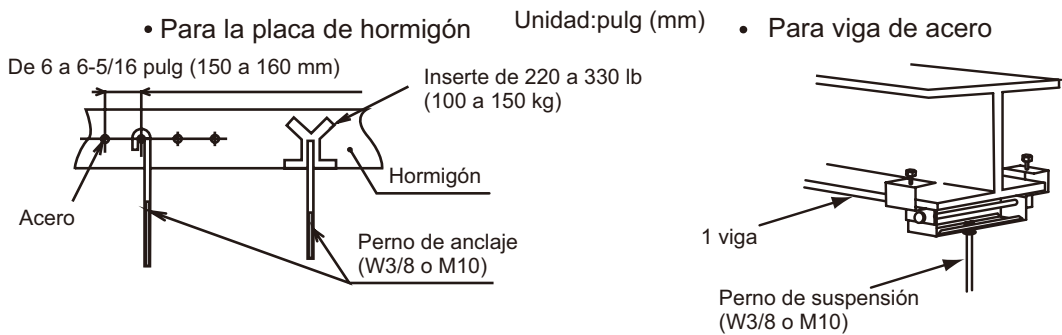

Fig. 3.4 Pernos de suspensión
- (3) Asegúrese de que el techo esté nivelado horizontalmente, de lo contrario, el drenaje no fluirá.
- (4) Refuerce las piezas de apertura del techo falso.
- (5) Monte los pernos de suspensión, como se muestra en la Fig. 3.4.